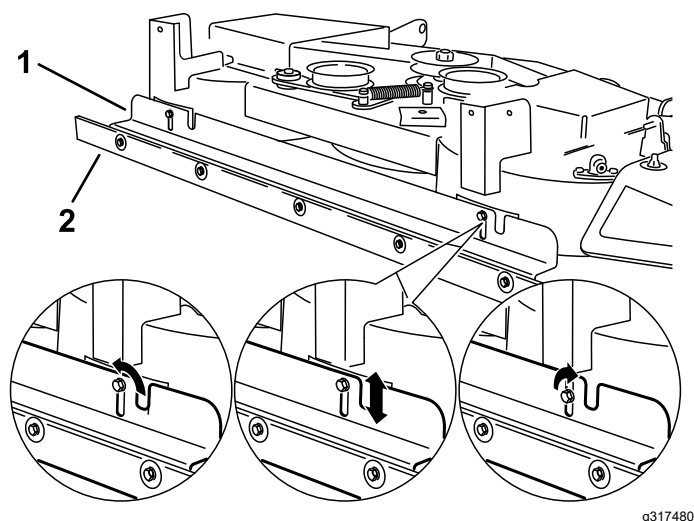

Figure 9
Pour modifier les rayures produites par le tablier de coupe, élevez ou abaissez le racloir en modifiant la position du support traceur comme suit : Pour un des résultats optimaux, réglez le bord inférieur du racloir de 6 à 13 mm ($\frac{1}{4}$ à $\frac{1}{2}$ po) en dessous du bas du tablier (Figure 9).
3. Desserrez les 2 vis à embase (autotaraudeuses) qui fixent le support du traceur (Figure 9).
- Pour produire des rayures plus prononcées, abaissez le support du traceur jusqu'à obtention de l'effet recherché (Figure 9).
- Pour produire des rayures moins prononcées, élevez le support du traceur jusqu'à obtention de l'effet recherché (Figure 9).
6. Resserrez les 2 vis à embase (autotaraudeuse) qui fixent le support du traceur (Figure 9).